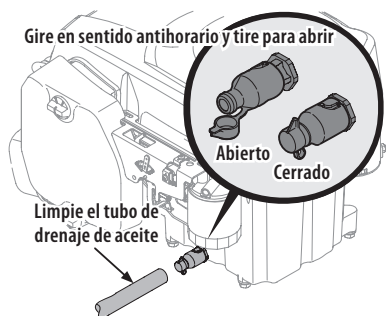

Fig. 34
- Abra la tapita protectora del extremo de la válvula de drenaje para visualizar el orificio de drenaje (Fig. 34).